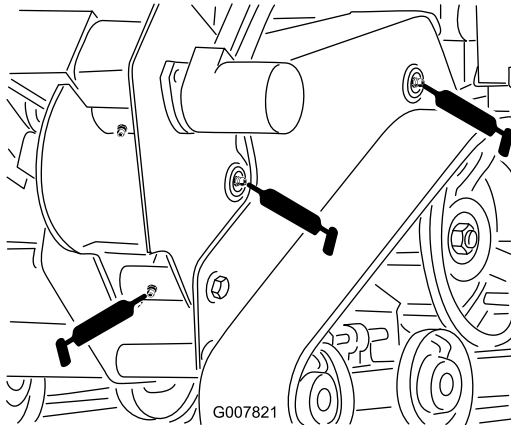
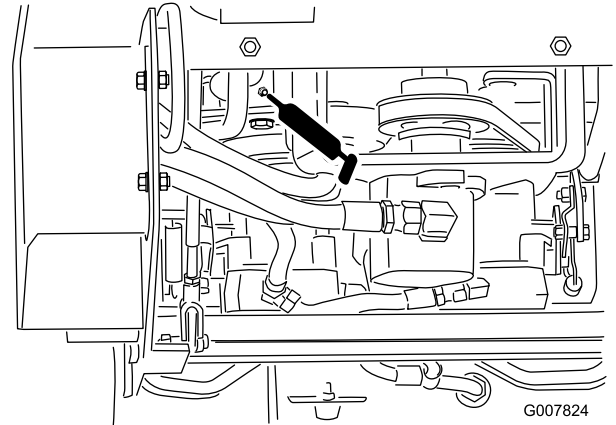

Figure 23
Figure 26
4. Raccordez un pistolet de graissage à chaque graisseur (Figure 23 à Figure 26).